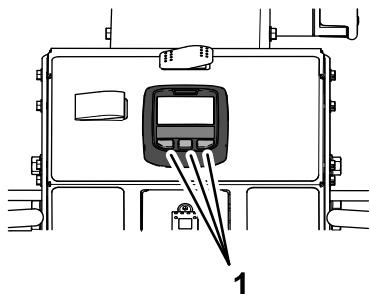

图 31
3. 按 InfoCenter 信息中心上的任何按钮 图 31。